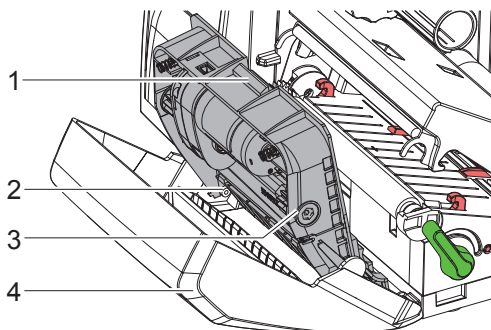

Bild 19 Demontera kniv
- ▶ Vrid axeln (6) med torx-skruvmejsel TX10 medurs tills kuggstängarna (7) inte griper längre.
- ▶ Dra ut det övre bladet (9) från styrningarna (8).
- ▶ Ta ut nedre bladet (10).
- ▶ Sätt i det nedre bladet uppifrån i hållarna (11).
- ▶ I förekommande fall, lägg i fjädrarna (12) i fjäderfickorna (13) igen.
- ▶ För att montera det övre bladet, tryck det nedre bladet mot panelen, lägg i övre bladet i styrningen och skjut uppåt tills kuggstängarna (7) nås av kugghjulen (5).
- ▶ Vrid axeln (6) med torx-skruvmejsel TX10 moturs tills bladet når det övre stoppet.
5. Häng in knivkomponenten (3) enligt bild 19 i axlarna (2) och sväng till den hakar in i panelen (4).